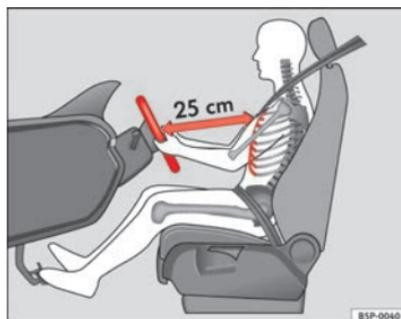

Fig. 115 Posição correcta do banco do condutor
- Ajustar o volante até atingir a posição pretendida ⇒ Fig. 115.
- Ajustar o banco do condutor ou o volante, de modo a que a distância entre o volante e o tórax seja de pelo menos 25 cm ⇒ Fig. 115. Se não se respeitar a distância mínima, o sistema de airbag não pode exercer a sua função de protecção – perigo de morte!